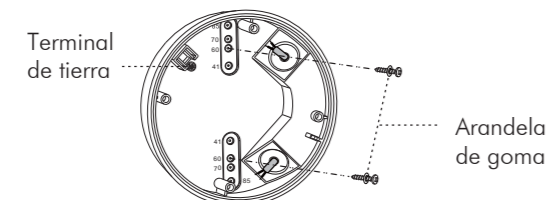

FIG.14
3.4.3.3 Elija los orificios ciegos adecuados para fijar la caja de conexiones sobre la superficie del tablero del techo con 2 tornillos de madera unidos con la arandela de goma (Ver FIG.14).